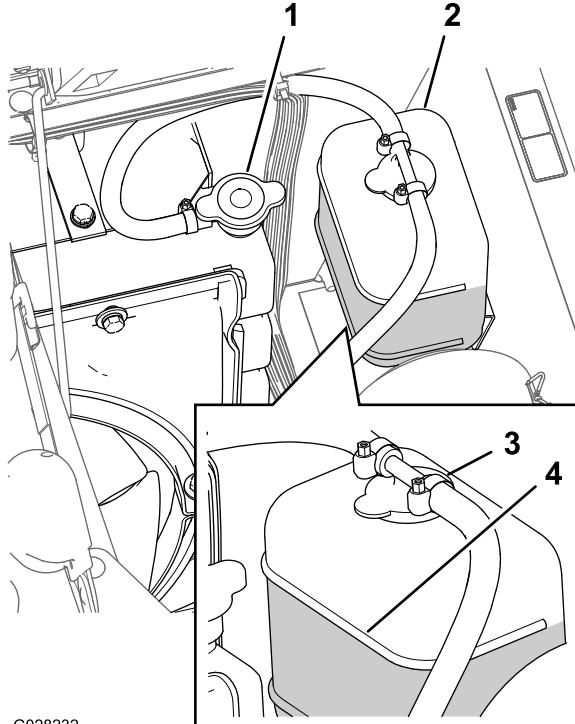

图 86
3. 小心拆下散热器盖和膨胀水箱盖 图 86。
- 注意** 散热器中的冷却液应添加至加油颈的顶部而膨胀水箱中的冷却液应添加至水箱上的“已满”标记处图 86。
- 如果冷却液液位较低请拆下膨胀水箱盖和散热器盖然后将膨胀水箱添加至“已满”标记处将散热器添加至加油颈的顶部图 86。
- 安装散热器盖和膨胀水箱盖图 86。
- 发动机冷却后拆下散热器盖图 86。
- 拆下散热器盖图 86。
- 在散热器上的盖子松开的情况下启动发动机图 86。
- 冷却液变热之后把冷却液液位添加至盖子的密封面处盖紧盖子 (图 86)。
- 打开膨胀水箱盖向水箱添加冷却液至“冷”位置图 86。